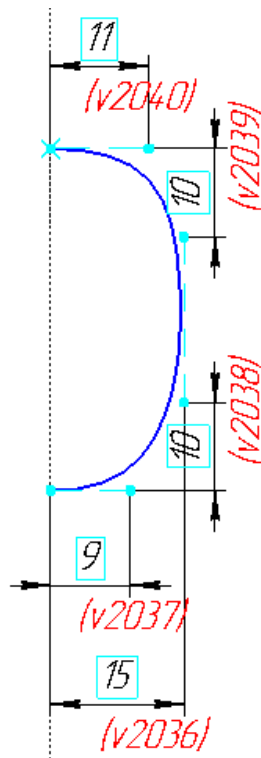

Рисунок 34.
- На на Плоскость через ребро и грань:3 создайте такой эскиз (рис.34).